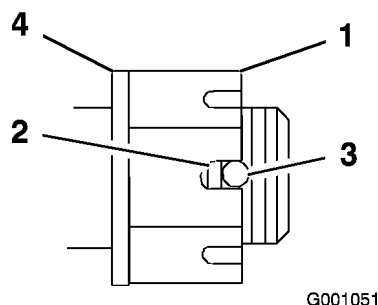

Bild 48
4. Ziehen Sie die geschlitzte Mutter auf 170 Nm an (Bild 48).
5. Überprüfen Sie den Abstand vom unteren Schlitzende in der Mutter zur Innenkante der Öffnung. Es sollten maximal zwei Gewinde sichtbar sein (Bild 48).
7. Ziehen Sie die geschlitzte Mutter auf 170 Nm an (Bild 48).
8. Ziehen Sie die Mutter an, bis die nächste Schlitzreihe auf einer Linie mit der Öffnung im Schaft liegt (Bild 48).